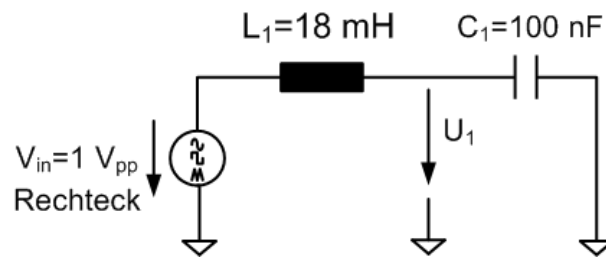

Abbildung 16: Messaufbau zur Erzeugung einer freien Schwingung in einem Serien-LC-Schwingkreis.
2. Bauen Sie als nächstes die in Abbildung 16 dargestellte Schaltung auf. Verwenden Sie erneut die Spule mit $n = 1000$ Windungen und den Kondensator mit $C_1 = 100 \text{ nF}$.